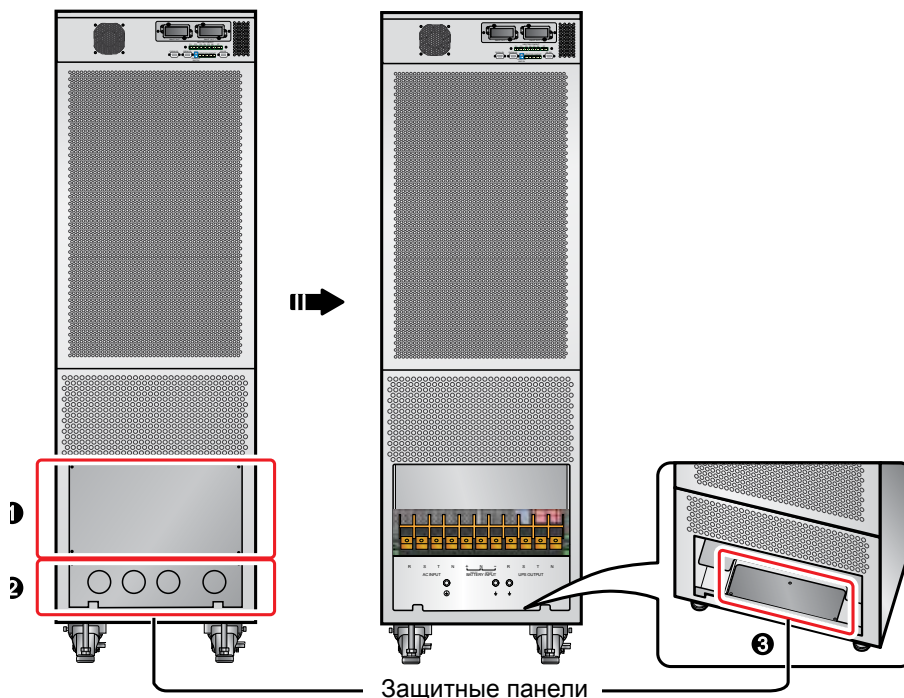

Рис. 5-8. Снятие защитных панелей для доступа к выводам ИБП
- 2 Встаньте напротив задней стенки ИБП. Снимите защитные панели выводов ИБП, как показано на **рис. 5-8**.